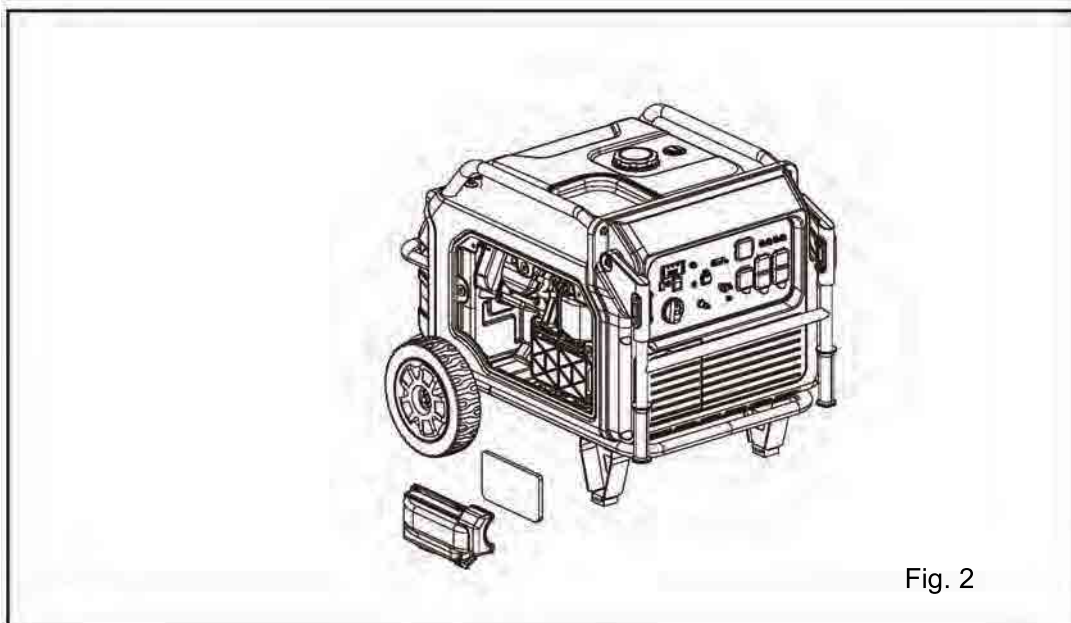

Fig. 2
- Retire el elemento del filtro de aire (Fig. 2). Inspeccione si hay suciedad, residuos o daños. Limpie o reemplace según sea necesario.